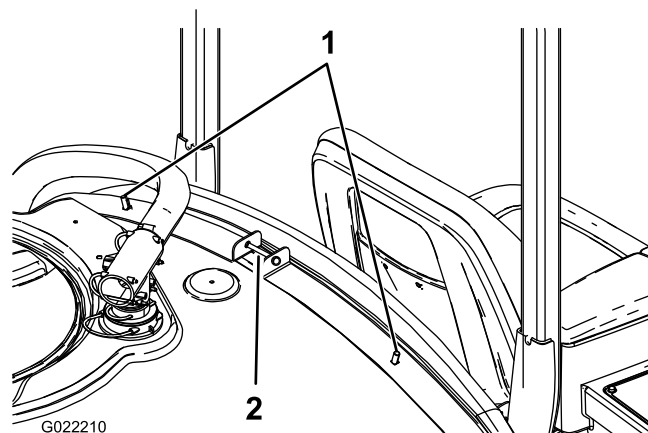

Figure 2
2. Placez 2 boulons de carrosserie dans les trous intérieurs supérieurs des sangles avant du réservoir (Figure 2).